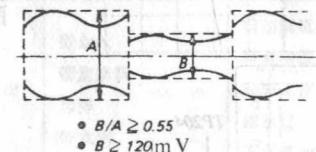

图 1-4-16 输出包络和输出电平的差
- ② 如果图 1-4-16 中 B/A 比值小于规定值,则应更换上磁鼓组件。
- ③ 用 E-180 磁带的开始部分确认同步编辑的工作。
- ④ 如果在编辑的开始部分出现噪声,需再一次调节导柱 3 的高度。